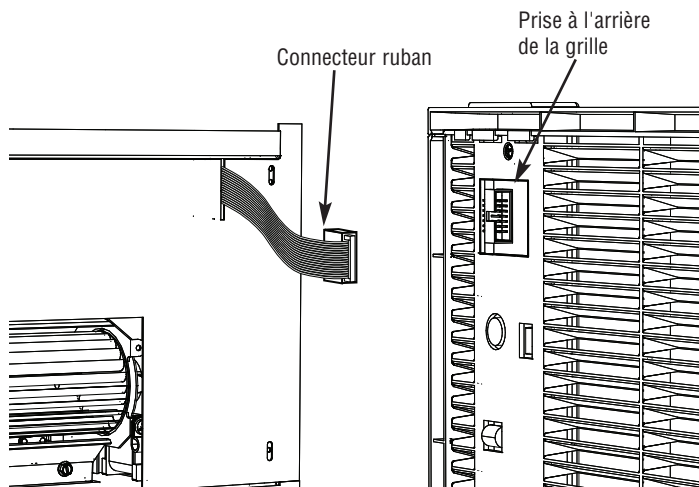

Figure 4 – Ruban connecteur
Mettez en place le couvercle du boîtier de raccordement en vous assurant que le câble en ruban plat est passé dans la fente allongée dans la couvercle, comme montré en Figure 4.
**REMARQUE :** Environ 3-1/2" (89 mm) de câble ruban doit sortir de la fente pour la connexion sur l'électronique de la grille. L'orientation du connecteur doit être comme montré en Figure 4.
1. Tout en maintenant le côté droit de la grille avec votre main droite, étendez le ruban connecteur avec l'autre main et enfichez le connecteur noir dans la prise noire située au dos du contrôle électronique, derrière la grille. Connecteur et prise ont un détrompeur, la liaison ne peut donc se faire que d'une façon (Figure 4).